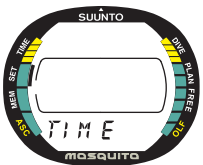

Fig. 4.2. Mode Réglage de l'heure.
1. Depuis le Mode Réglage appuyez sur le bouton **S** et sélectionnez le réglage de l'heure (TIME) (Fig. 4.2).